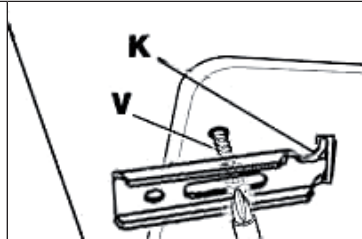

Figure 7
- Retirez la bande de protection du joint. Guidez les crochets dans les boîtiers correspondants (K) de la table de cuisson et insérez-les dans le trou du boîtier. Fixez le joint avec les vis de fixation appropriées (V) (voir Figure 7).
- Pour accéder au panneau de commande et au câble d'alimentation, la plaque de cuisson doit être retirée du boîtier en desserrant les vis de fixation correspondantes (V) (voir Figure 7).